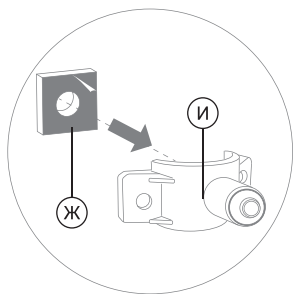

Рис. 7
2. Снимите с уплотнительной прокладки (Ж) защитную пленку. Приклейте прокладку (Ж) с внутренней стороны хомута (И), одновременно совмещая отверстие в прокладке с отверстием в штуцере хомута (рис. 7).